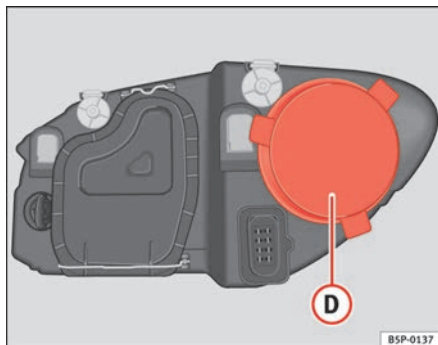

Abb. 185 Standlicht
- Den Deckel ⇒ Abb. 185 (D) abziehen.